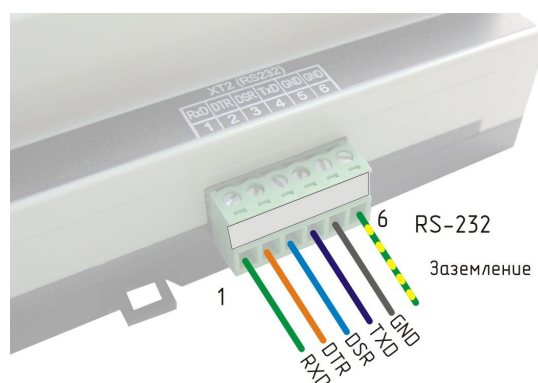

Рисунок 7- Подсоединение RS-232
3) Проводники кабеля последовательного порта интерфейса RS-232 управляющего компьютера подсоединить к разъему XT2 блока БКД-DIN в соответствии со схемой подключения (рисунок 7). Длина кабеля интерфейса не более 15 м.